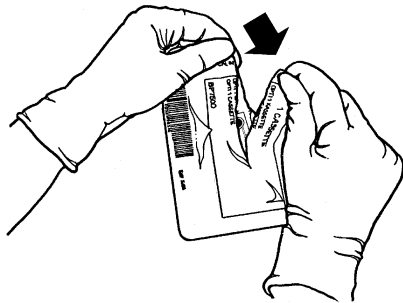

Fig. 4-3 Apertura del sobre del casete
9. Rasgue el sobre del casete (Fig. 4-3) con cuidado para evitar dañar el código de barras. Retire el casete y seque cualquier exceso de humedad con un tejido limpio y seco.